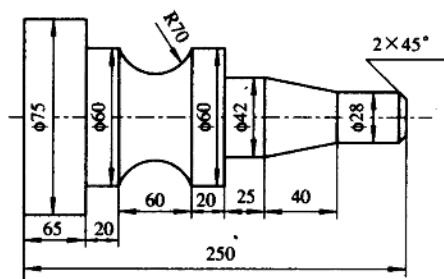

图 4
- (1) 画出该零件的坐标系;
- (2) 说明该零件对刀及用刀偏构建工件坐标系的操作方法;
- (3) 写出车削图 4 所示零件的粗、精车(可用复合循环)程序。